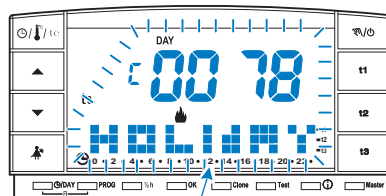

fig. 58
- La page-écran du programme **P 04 HOLIDAY** apparaîtra toutes les minutes sur l'écran pendant deux secondes (exemple sur la fig. 58) comme memorandum, du fait qu'on se trouve en temps d'attente.